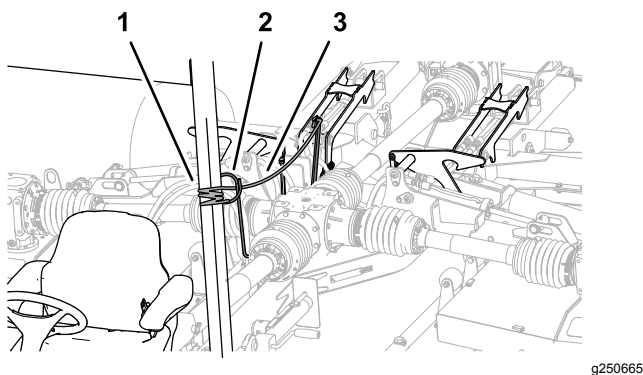

Figura 34
- Passe a corda de bloqueio da plataforma da guia de tubagem para o banco do operador (Figura 34).
2. Ate a corda ao componente do chassi fixo do veículo de reboque como se fosse um tubo ROPS (Figura 34).